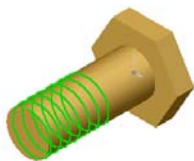
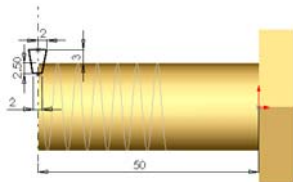

图 6-41 生成螺旋线
图 6-42 切除扫描轮廓
5) 单击按钮,生成螺旋线,如图6-41所示。
②绘制截面草图。
3) 绘制切除扫描的轮廓草图并标注尺寸,如图6-42所示。